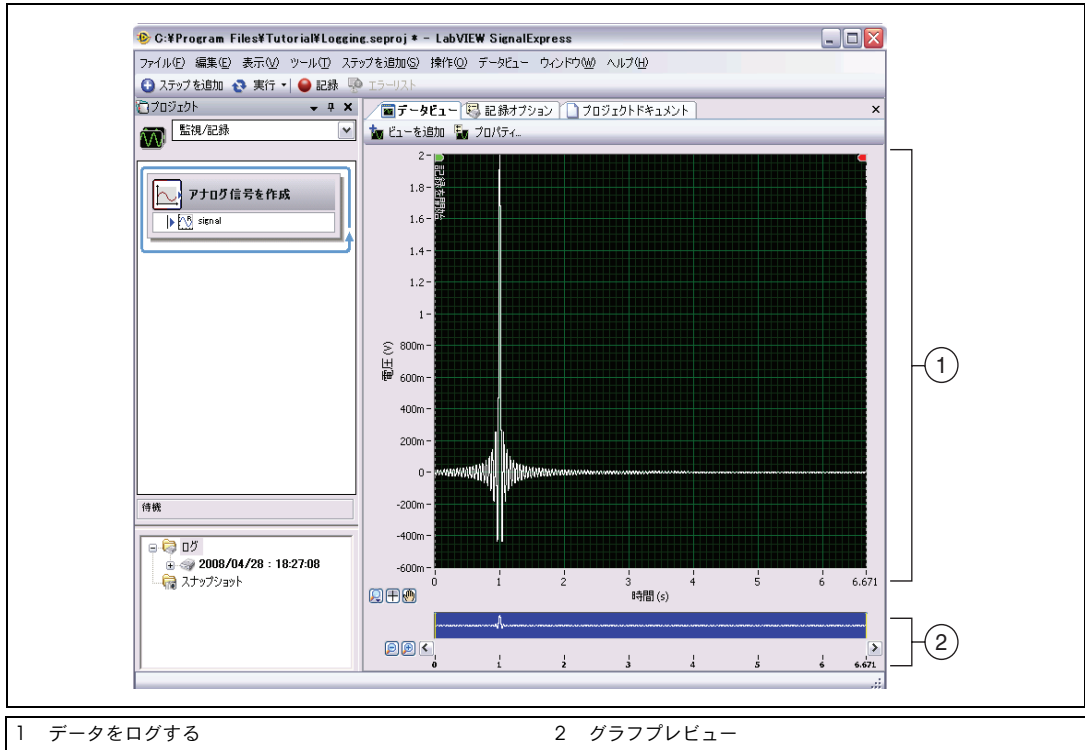

図 4-2 Logging.seproj
2. **ログデータ**ウィンドウには、現在のプロジェクトのすべてのログデータが表示されます。**ログデータ**ウィンドウで記録したデータログを選択して**データビュー**タブヘドラッグします。図 4-2 のように**データビュー**タブにログデータとグラフプレビューが表示されます。信号を記録した時間の長さによっては、**データビュー**タブに表示される信号が図 4-2 の信号と異なる場合があります。